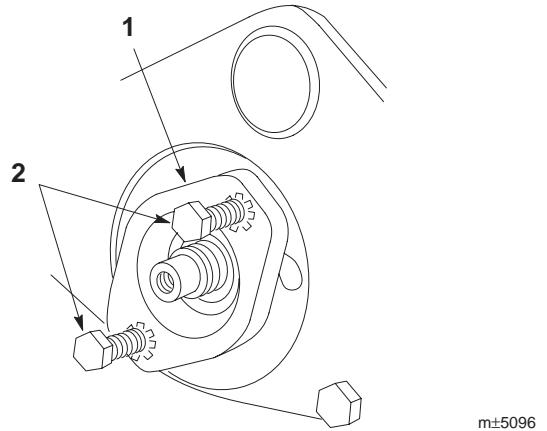

図15
4. カッティングユニット両側のペアリング・ハウジングから取り付けボルトを外す（図15）。
5. プラスチック・ハンマーを使って、ペアリング・ハウジングをわずかに回転させ、外側ハウジングからハウジング・ボルト（2本）を取り付けてこれらのボルトを交互に締め込んでゆくとハウジングが抜ける（図15）。